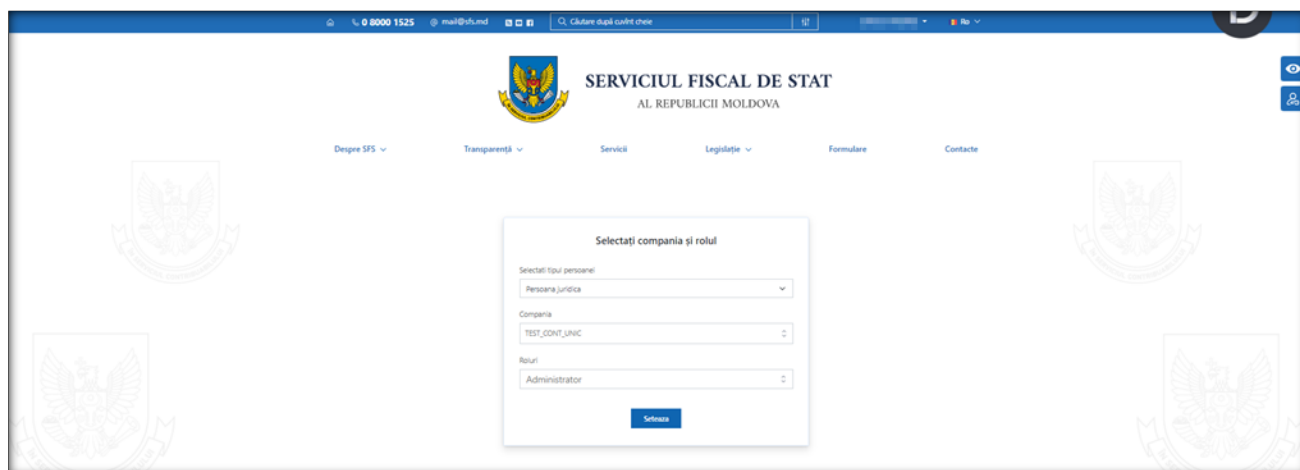

Figura 2 - Pagina de autentificare în „Cabinetul Personal al Contribuabilului” (SIA „CPC”) pentru utilizatorul cu rol business: „operator CAT”
3. Odată autentificat cu succes se va crea contul de utilizator în SIA „CPC” prin serviciul electronic guvernamental de autentificare și control al accesului (MPass). Sistemul Informațional Automatizat „Cabinetul Personal al Contribuabilului” (SIA „CPC”) va oferi fereastra de pop-up pentru care se va selecta anumiți parametri (vezi Figura 2).